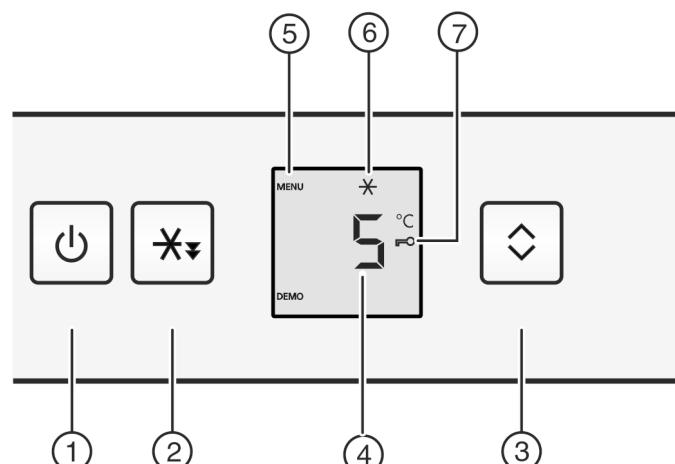

Fig. 2
- Premere il tasto On/Off Fig. 2 (1) per ca. 2 secondi.